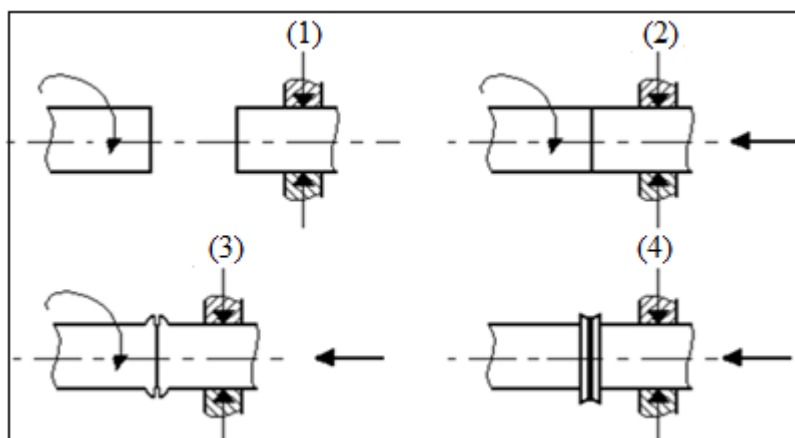

Figure 7. Différentes étapes du soudage par friction
* **le soudage par molette** : qui est une variante du précédent, ici les électrodes sont remplacées par des molettes tournantes ce qui permet un soudage continu ou discontinu très rapide (figure 7).